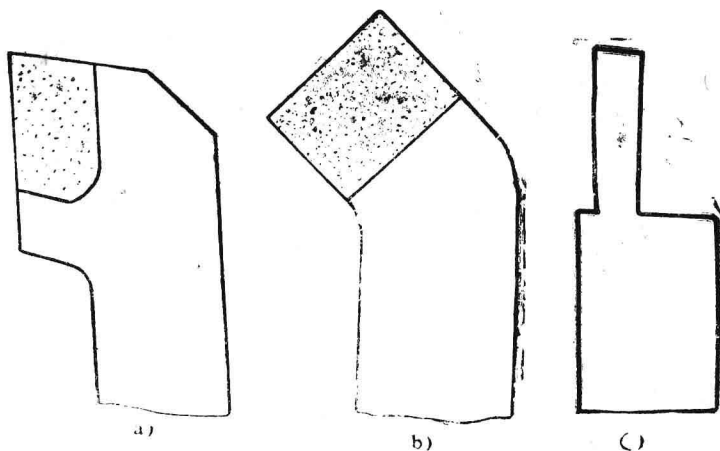

图 2 90° 外圆车刀、 45° 弯头车刀
10. 按图 2 所示的 $K\gamma = 90^\circ$ 的外圆车刀、 $K\gamma = 45^\circ$ 的外圆弯头车刀、 $K\gamma = 75^\circ$ 的内孔车刀及 $K\gamma_{左} = 75^\circ$ 的切断刀, 画出各车刀的主剖面标注系及法剖面标注系的参考平面, 及其相应的几何角度, 并指出各刀具的前面、后面、副后面, 主、副刀刃及刀尖的位置。